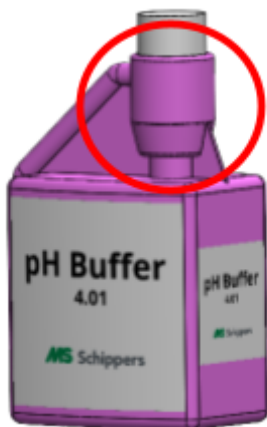

Figure 80.
Le flacon de solution pH est muni d'un réservoir tampon sur le dessus (voir figure 80). Ce réservoir tampon vous permet de calibrer la sonde avec précision sans contaminer tout le contenu du flacon. Suivez ces étapes pour un résultat optimal :
- Le liquide monte dans le réservoir tampon supérieur (voir figure 80).